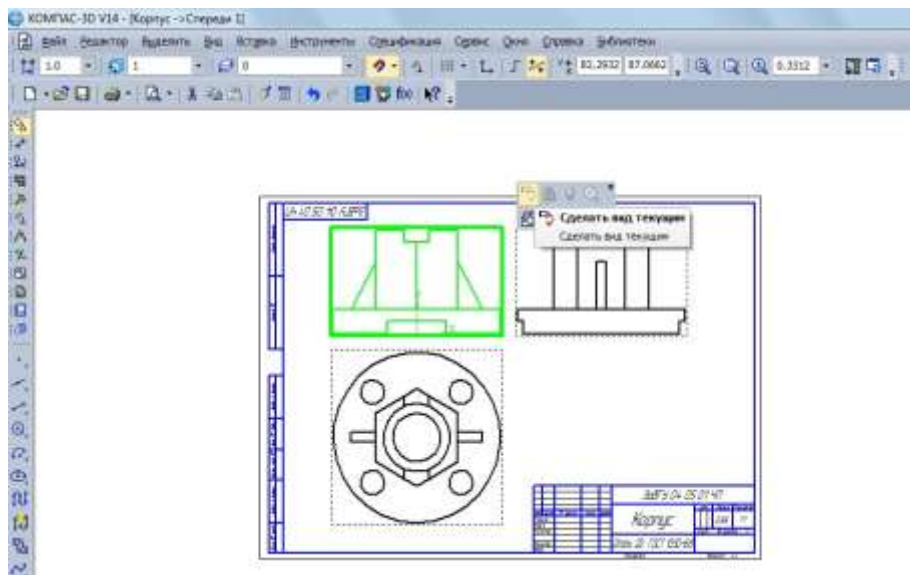

Рис. 2. Изменение параметров главного вида
1. Сделайте текущим главный вид. Для изменения параметров нужно выделить вид (щелкнуть мышью на пунктирной габаритной рамке вида) и в **Плавающем меню** выбрать *Текущий вид* (рис. 2).